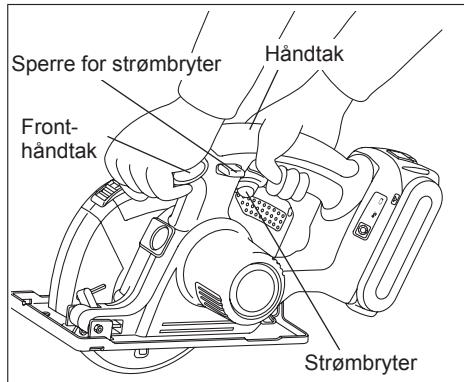

Fig. 8
Hold verktøyet med begge hender. (Se Fig. 8)
- Hold alltid håndtaket med en hånd, og gripepunktet fremme med den andre. (Se Fig. 8)